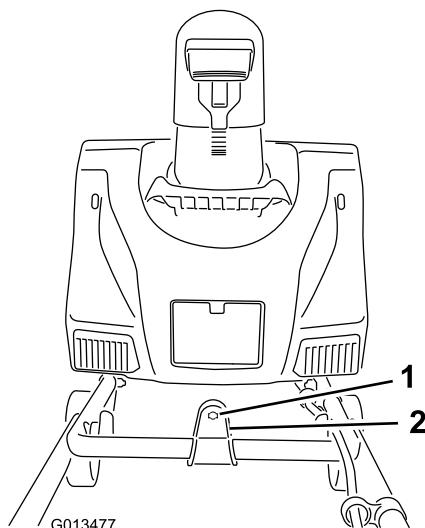

Figura 4
2. Insira a extremidade da barra de controlo da calha através do furo no suporte que está ligado à parte superior da pega inferior (Figura 4).